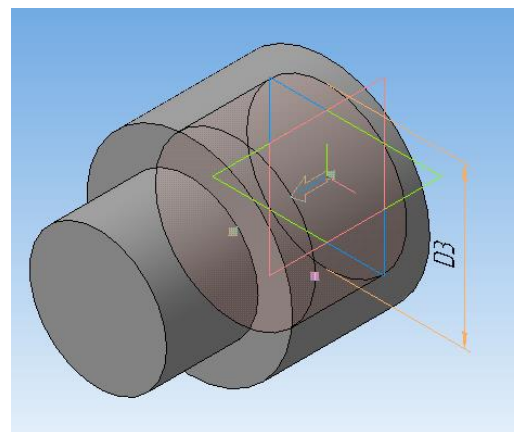

Рисунок 29.
9. Создайте окружность диаметра **D3** согласно вашему варианту с центром в начале координат (рисунок 29).